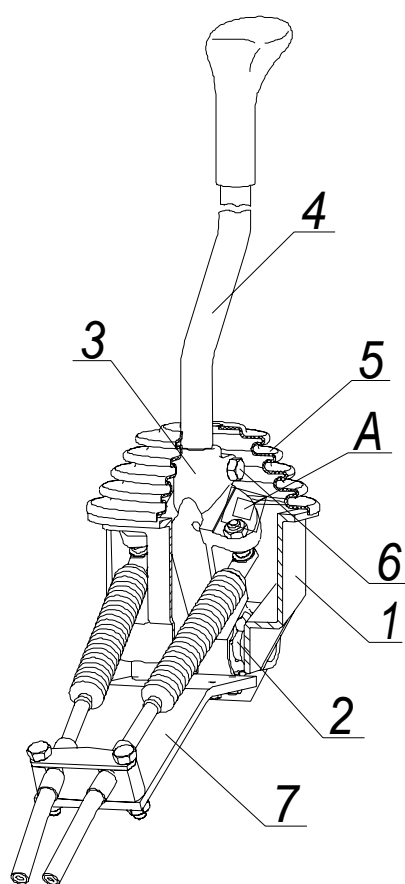
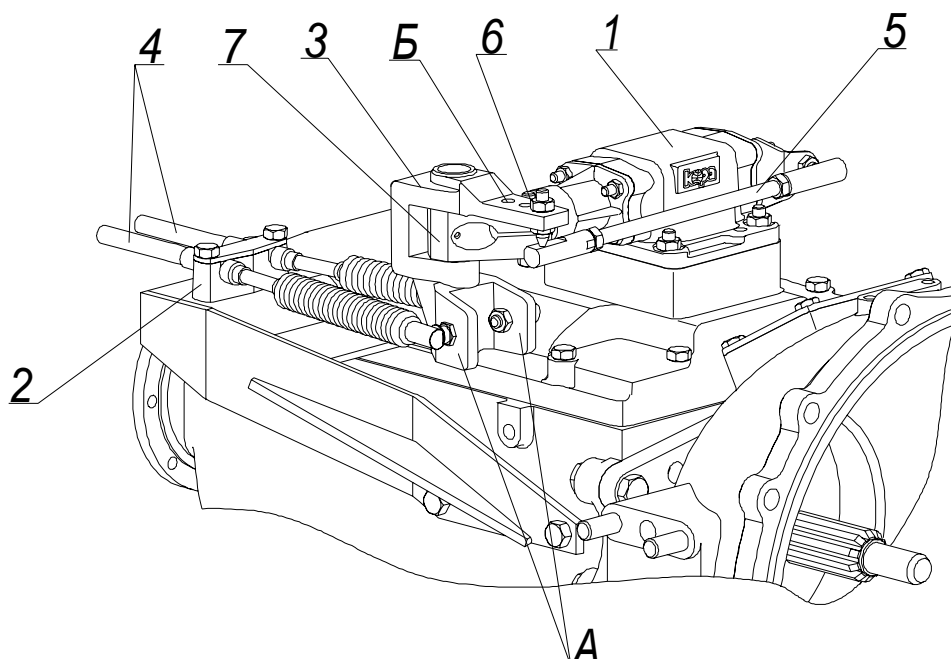
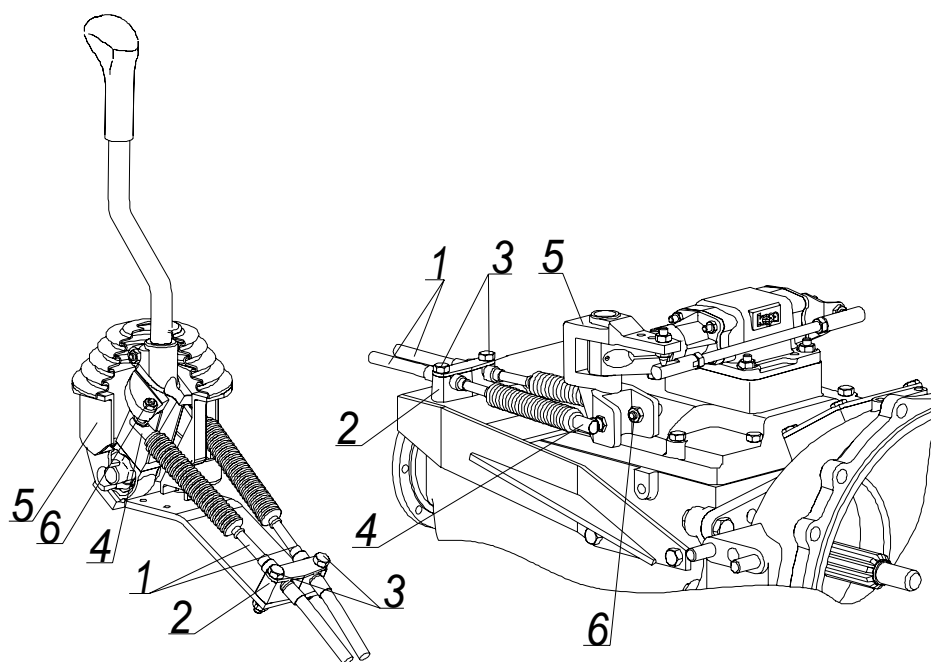

Рис.2 Опора рычага переключения передач (мастер-опора).
Рис. 7 Исполнительный механизм привода управления КПП ЯМЗ-236.
Рис. 8. Монтаж тросов
**1.2. Опора рычага переключения передач (мастер-опора)** (рис. 2) со смонтированным на нем рычагом переключения передач преобразует движения этого рычага в перемещения тросов дистанционного привода.
работает следующим образом: - когда водитель перемещает рукоятку рычага переключения передач 4 (рис. 2) в сторону, кулиса мастер-опоры 6 (рис. 2) поворачивается в горизонтальной плоскости. При этом один из приливов «А» (рис. 2), к которому присоединен трос, движется вперед, а другой - назад, т. е. тросы перемещаются в противоположных направлениях. Действуя в противоположные стороны на проушины «А» (рис. 7) корпуса транслятора 3, тросы 4 создают момент в горизонтальной плоскости, который благодаря реактивной тяге 5 преобразуется в усилие вдоль оси вала 6. Этим усилием вал, через шлицевой корпус 7 транслятора, перемещается в ту или другую сторону и, закрепленным на нем рычагом, входит в паз головки одного из штоков механизма переключения передач.
Дальнейшим движением водитель перемещает ручку рычага переключения передач 4 (рис. 2) вперед или назад. При этом кулиса 3 (рис. 2) мастер-опоры поворачивается в вертикальной плоскости, оба троса перемещаются в одном направлении, действуют на проушины «А» (рис. 7) транслятора в одну сторону и тем самым создают момент относительно оси вала 6. Вал поворачивается и через шток механизма переключения передач и закрепленную на нем вилку передвигает каретку синхронизатора, включая соответствующую передачу.
**ВНИМАНИЕ:** Демонтаж концов тросов от механизма управления (мастер - опоры) или транслятора (рис. 8) выполняется следующим образом:
**3.4 Во избежание выхода из строя крестовины мастер-опоры** (рис. 2, рис. 8) необходимо следить за целостностью уплотнений подшипников крестовины.